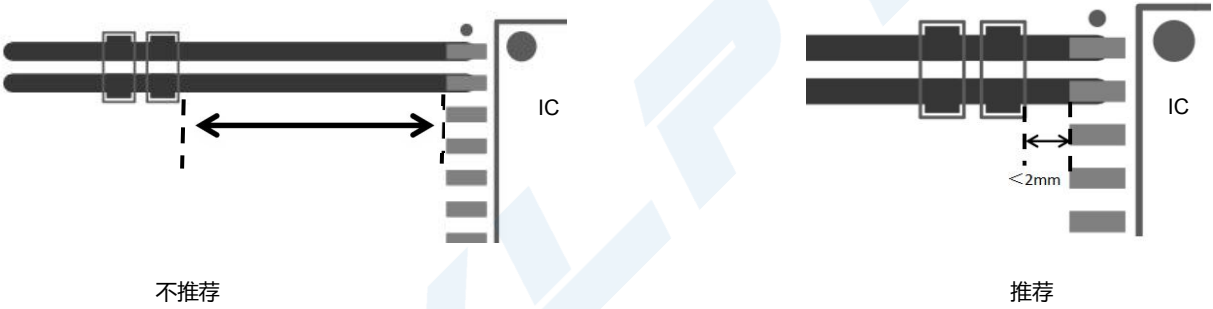

图 15-1
1、VCC 与 GND1、VISO 与 GND2 的去耦电容及储能电容应尽可能摆放在靠近芯片引脚的位置，已减少环路面积和 PCB 走线的寄生电感。一般应控制在 2mm 以内。去耦电容放在靠近芯片的位置，储能电容放在外侧。如下图 15-1 所示。